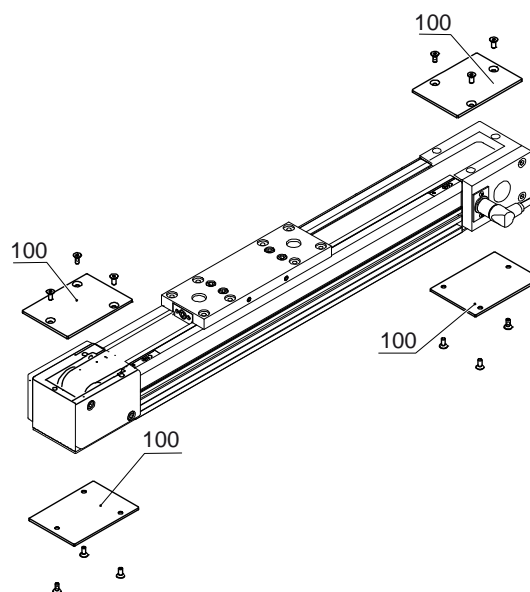

Abbildung 27: Abdeckungen entfernen
- (3) Entfernen Sie die Abdeckungen (siehe Position 100, *Abbildung 27*).